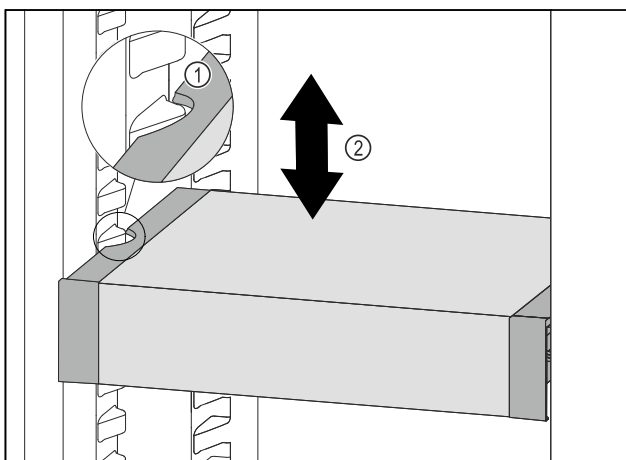

Fig. 132
- ▶ VarioSafe nach vorne ziehen, bis sich die seitlichen Aussparungen des VarioSafes auf Höhe der Behälterrippe im Kühlteil befinden. Fig. 132 (1)
- ▶ VarioSafe im Kühlteil nach oben oder unten bewegen, bis gewünschte Höhe erreicht ist. Fig. 132 (2)